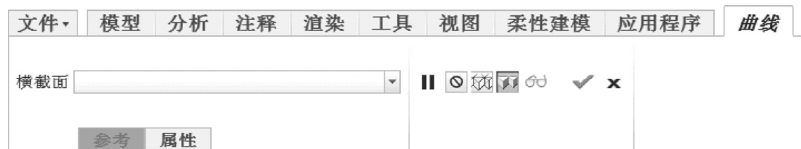

图 3-74 “曲线”选项卡
1) 在功能区的“模型”选项卡中单击“基准”→“曲线”旁的（三角展开）按钮，接着选择“来自横截面的曲线”命令，在功能区打开图 3-74 所示的“曲线”选项卡。